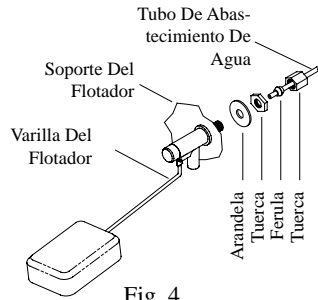

Fig. 4
• **La válvula de flotador.** Instale la válvula de flotador en el soporte del flotador dentro del enfriador y conecte el tubo de agua (véase fig. 4). Nota: La válvula de flotador está instalada en los modelos 75/85 y 95. Necesitará comprar la válvula de flotador por separado para los otros modelos.